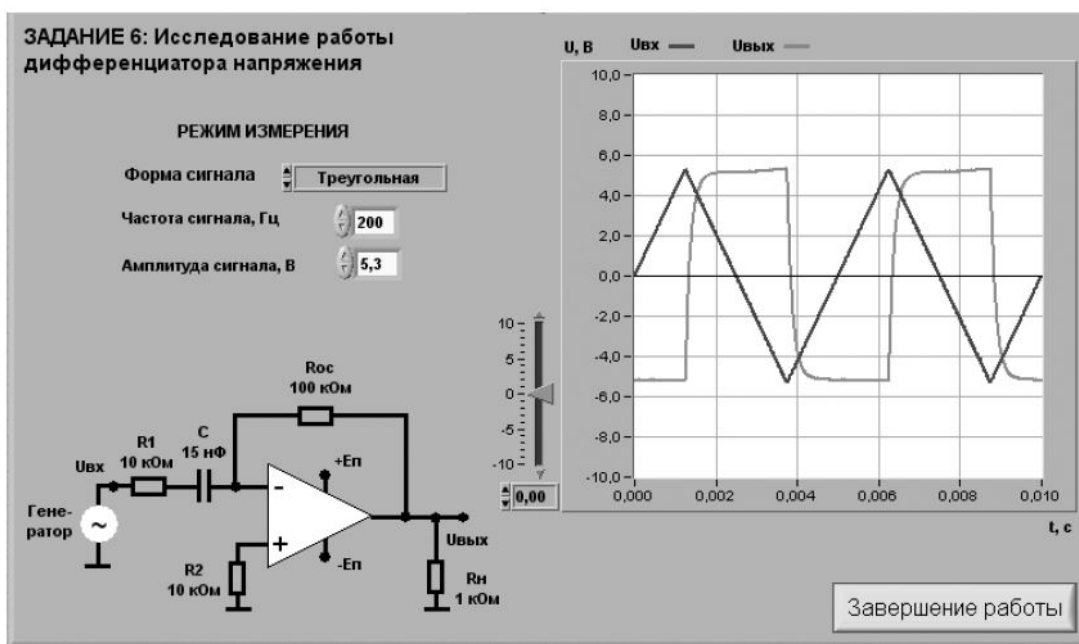

Рис. 2 Лицевая панель ВП при выполнении задания 6
- т. . После ознакомления с целью работы нажмите кнопку «Начать работу». На экране появится изображение виртуального прибора (ВП) для выполнения задания №6 (рис. 2)